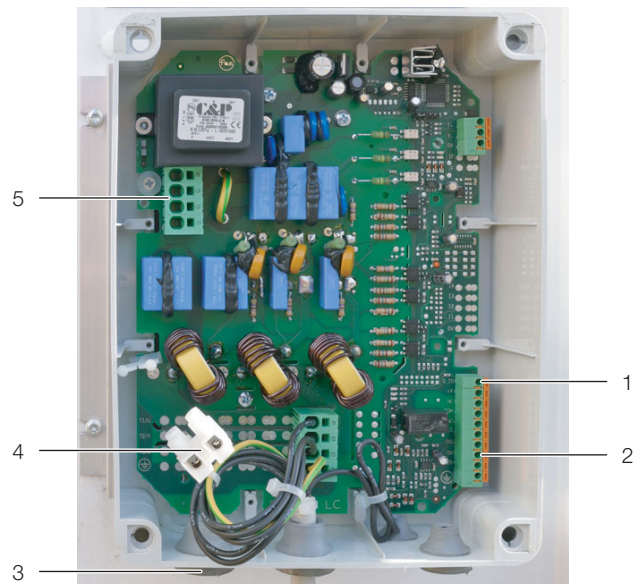

Abb. 28: Elektroanschluss am Verflüssiger zur indirekten Freikühlung
Am Verflüssiger zur indirekten Freikühlung erfolgt der Anschluss der Spannungsversorgung im Anschlusskasten (Abb. 28, Pos. 3).
- Schließen Sie das Kabel an den Anschlussklemmen (Abb. 28, Pos. 5) entsprechend an.
Die Steuer- bzw, Signalleitungen müssen ebenfalls zwischen den entsprechenden Anschlusspunkten am Verflüssiger zur indirekten Freikühlung (Abb. 28, Pos. 1, 2 und 4 sowie Abb. 29, Pos. 2) und der Elektronikbox am LCP DX/FC verlegt werden. In der Elektronikbox erfolgt der Anschluss an der Klemmleiste X2A.